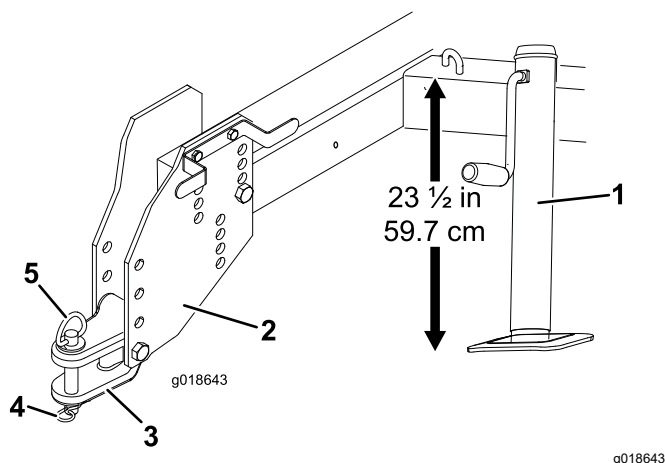

Figura 3
3. Ajuste el gato, de modo que la distancia desde la parte superior del chasis al suelo sea de 59,7 cm (Figura 3).
- Retire los pernos y las contratuercas que fijan la barra de tracción a las placas de enganche (Figura 3).
6. Fije la barra de tracción al enganche de la unidad de tracción con el pasador de enganche y el pasador de seguridad (Figura 3).